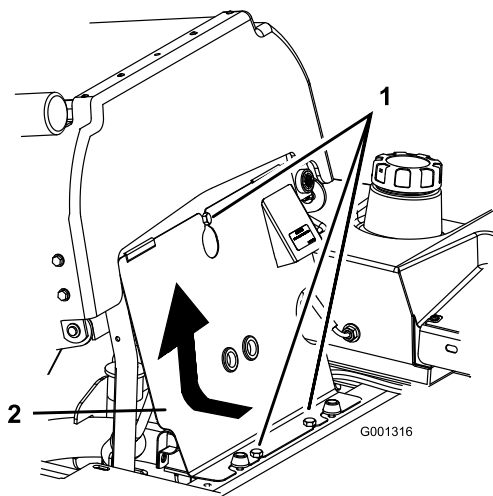

Bild 63
- Kippen Sie den Sitz nach vorne, lösen Sie die Schrauben und entfernen Sie die vordere Motorverkleidung (Bild 63).